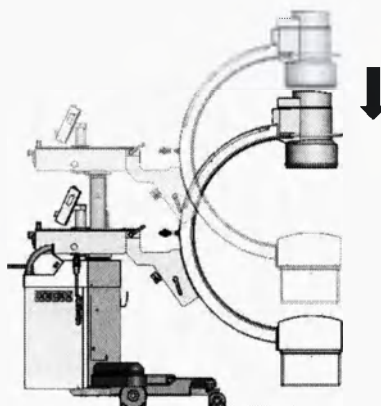

Рисунок 54
8.2.1.5 С-дуга должна быть полностью опущена (см. рисунок 54).